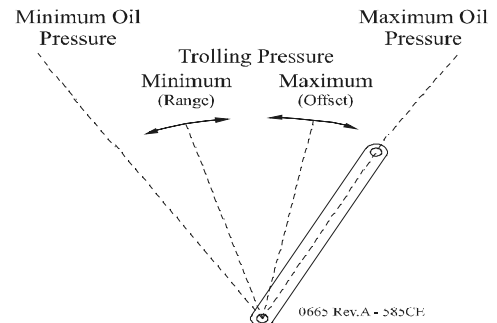

Abbildung 1: Schleichfahrtwählhebel
- Der Schleichfahrtventilhebel befindet sich in der maximalen Öldruckstellung. (Siehe Abbildung 1:).